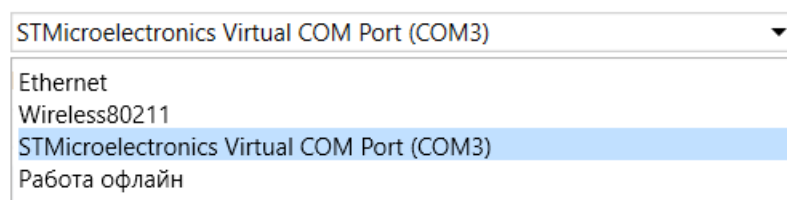

Рисунок 7.1 – Меню выбора интерфейса
- **«STMicroelectronics Virtual COM Port»** — для подключения по USB (см. рисунок 7.1).